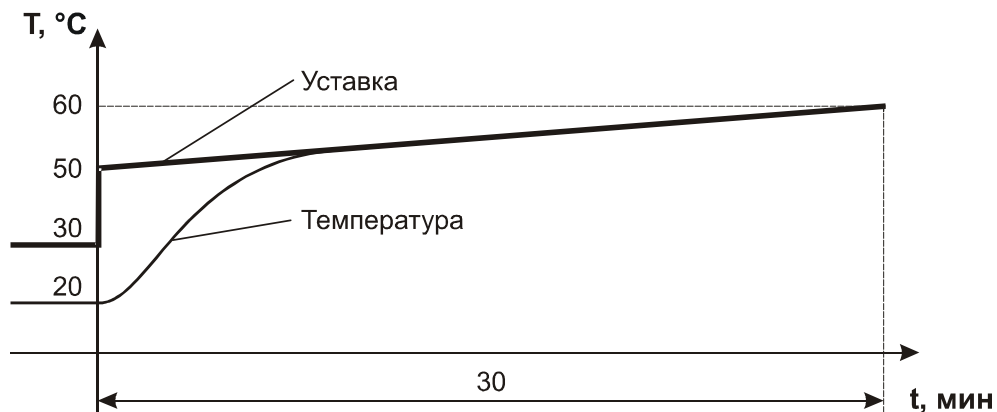

Рис. 6.7
- а) Если параметры первого шага задать как в вышеприведенном примере, т.е. **bc = 0**, **SP = 50**, **t0 = 30**, **P0 = 60**, характер изменения уставки и примерный вид изменения температуры будут соответствовать рис. 6.7